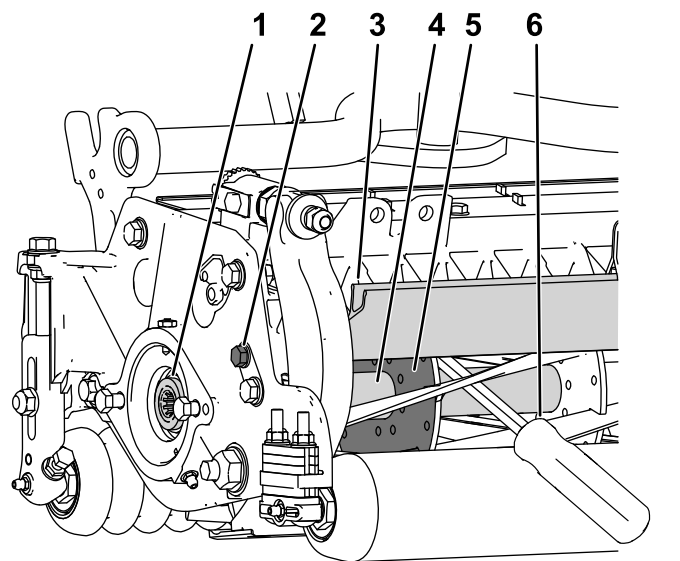

图 31
1. 松开滚刀组左侧的屏蔽螺栓抬起后护罩图 31。
2. 将一根长柄撬棍建议尺寸为 0.95cm x 30.48cm 带螺丝刀柄插入滚刀组背面最靠近需要扭转的滚刀组一侧图 31。
3. 将撬棍靠着滚刀支撑板的焊接侧图 31。